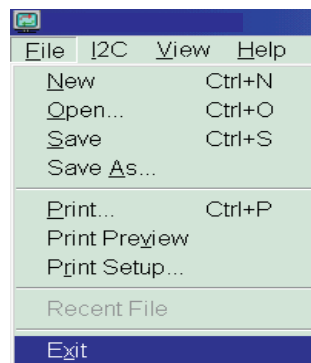

Fig. 25
1. Clique o menu File e selecione Exit como mostra fig. 25.